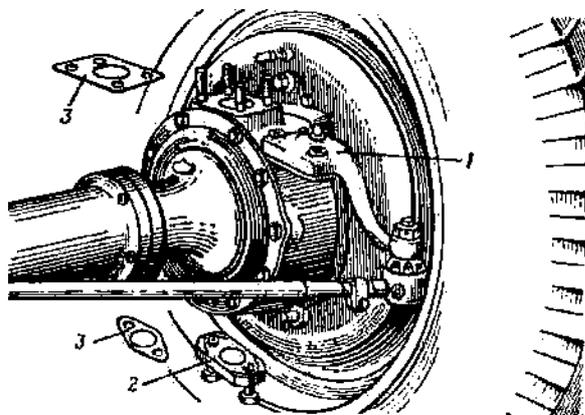

Рис. 68. Регулировка подшипников шкворней автомобилей ГАЗ-69 и ГАЗ-69А:
- 12 Расшплинтовать и отвернуть болты крепления накладки 2 (рис. 68) шкворня поворотного кулака и снять накладку.